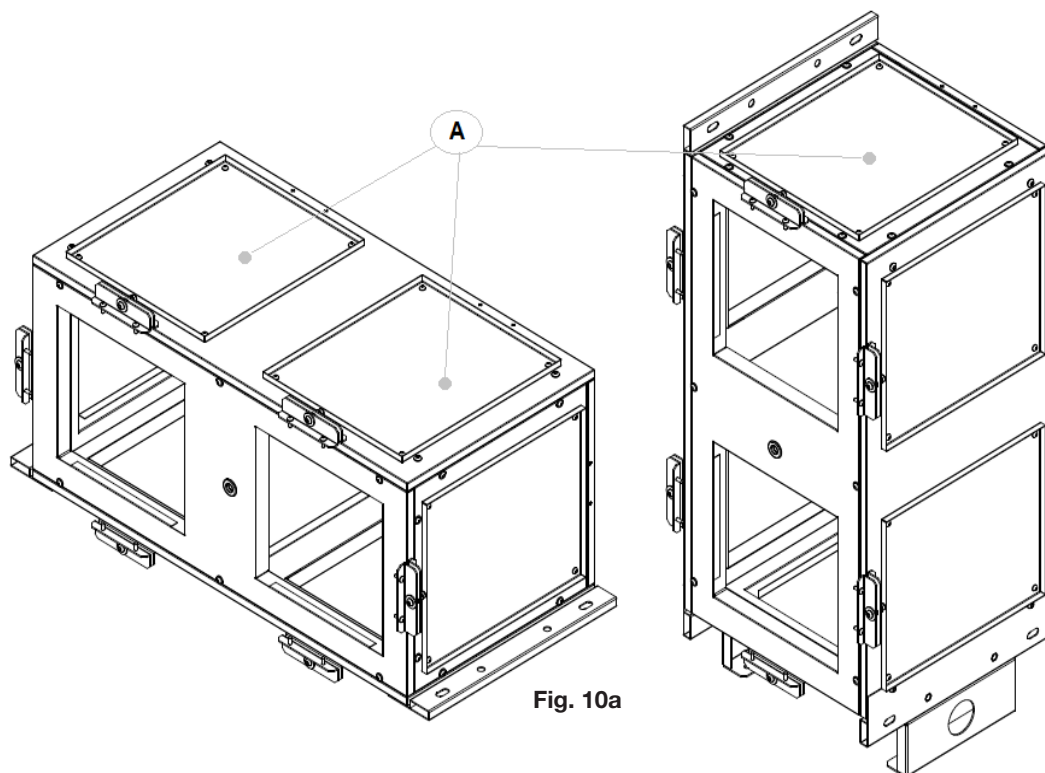

Fig. 10a
- Il plenum è fornito di n°10 possibili concessioni aerauliche di cui n°6 chiuse da piastre coibentate (A) bloccate da viti autoforanti, come indicato in **fig. 10a**.